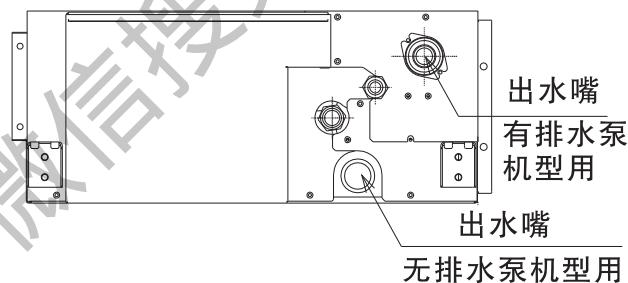

图 9-1
- (1) 排水管的连接位置见图 9-1、9-2。
- (2) 准备外径为32mm的聚氯乙烯管。
- (3) 用粘合剂和工厂提供的管箍③固定聚氯乙烯管到排水管⑦上, 聚氯乙烯排水管向下倾斜度为 1/25~1/100。
- (4) 接好排水管后需裹保温材料⑧。
- (1) 排水管的连接位置见图9-1、9-3。
- (3) 用粘合剂和工厂提供的管箍③固定聚氯乙烯管到排水管接头上, 聚氯乙烯排水管向下倾斜度为1/25~1/100。
- (5) 如需追加外接排水泵, 请与日立公司联系, 使用本公司指定的型号。